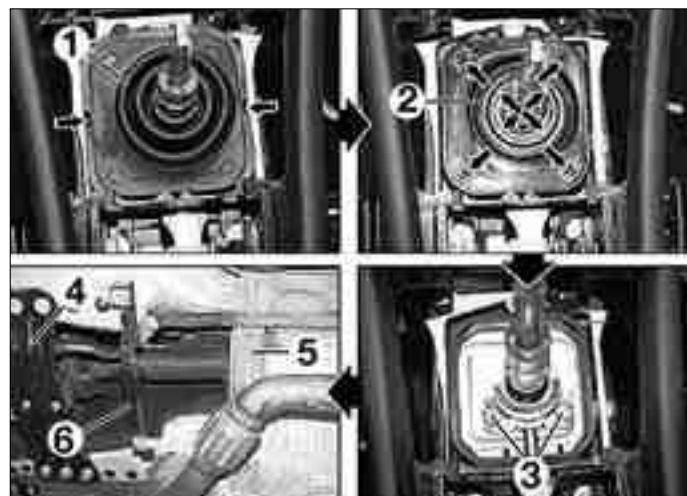

FIG. 5
- los fuelles (1) y (2) (fig. 5).
- los tornillos (3).
- el soporte de caja (4),
- el refuerzo (5),
- el soporte (6).
- los tornillos de acoplamiento (2) del eje de transmisión en la caja de velocidades.